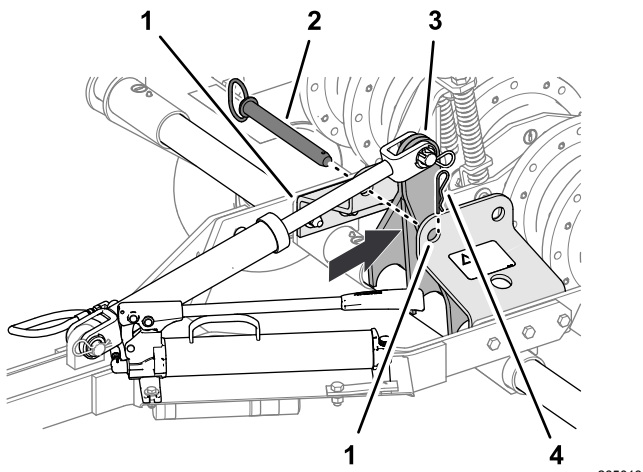

Figura 12
5. Utilizzate la pompa idraulica manuale, spostate il braccio di sollevamento (Figura 12) leggermente indietro rispetto ai fori anteriori nella staffa della barra di bloccaggio (posizione di trasferimento).
- Inserite il perno della barra di bloccaggio nei fori anteriori nella staffa della barra di bloccaggio e fissate il perno della barra di bloccaggio sulla staffa con la coppiglia (Figura 12).